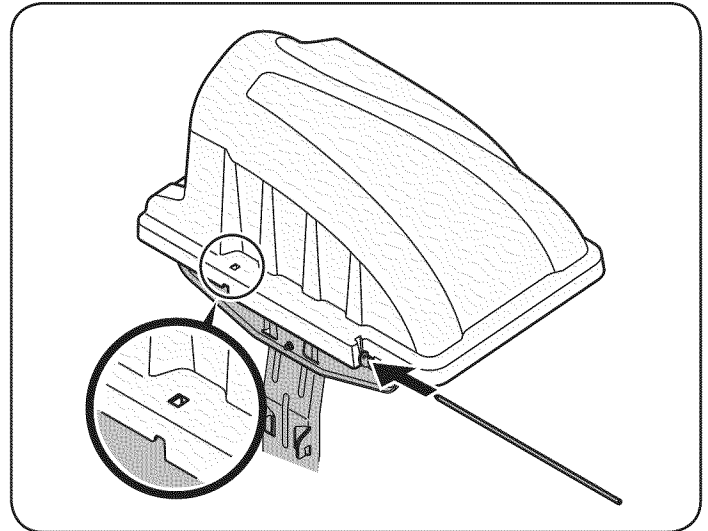
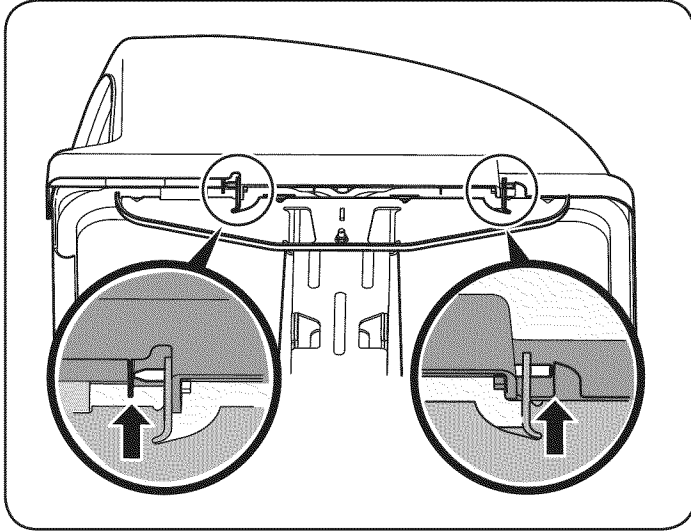

Figure 12
Figure 13
4. Deslice el pasador de la bisagra en el orificio situado en la ficha de montaje, como en la Figure 12. Utilice la ventana de cut-out (ver recuadro de la Figure 12) para alinear la bisagra pasador en la otra clavija lateral y empujar todos hasta que alcance el tope. En este punto los clips en lugar y está asegurado por una ficha en la tapa del contenedor. Vea la Figure 13.